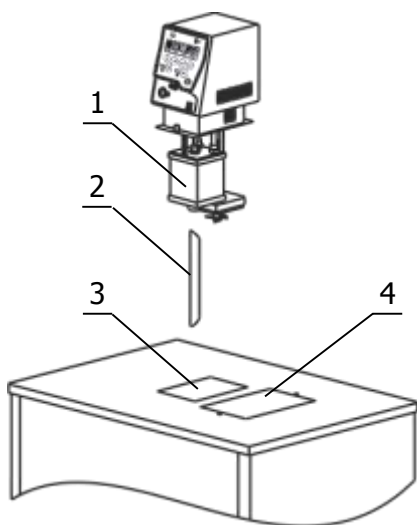

Рисунок 2 — Установка блока регулирования
2.2.3 Выходную трубку насоса 2 (рисунок 2) вставить косым срезом до упора в резервуар 1 блока регулирования и зафиксировать ее винтом.
2.2.6 Заполнить ванну термостата теплоносителем через отверстие над рабочей зоной 4 (рисунок 2) до момента начала слива теплоносителя из переливного штуцера 10. Температурный диапазон применения теплоносителя должен соответствовать значениям, указанным в 1.2.6.
Причина отсутствия перемешивания — неправильная работа насоса, вызванная воздушной пробкой, образовавшейся в резервуаре 1 (рисунок 2). Для ее устранения необходимо: